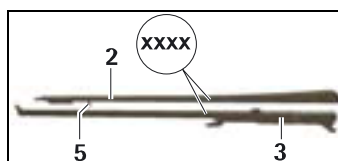

Fig. 13
- Observe o código de emparelhamento (XXXX), veja a fig. 13.
- Posicionar a peça deslizante 2 na parte principal 3 de tal forma que o pino ejetor 5, o furo e as guias se encaixem entre si, veja a fig. 13.